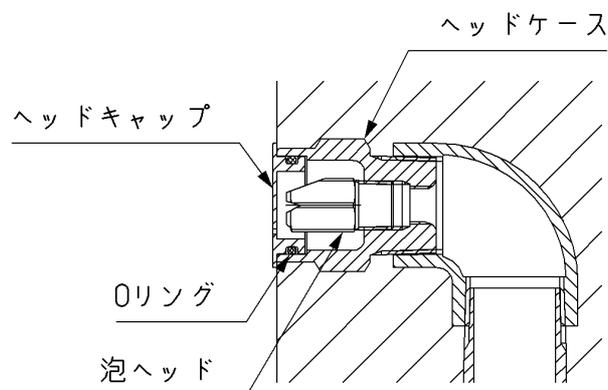

図 21 キャップ取付状況
- (2)付属の O リング(P22)にシリコングリスか潤滑オイルを塗りケースに取付けます。
- (3)ヘッドキャップを取付けます (図 21)。